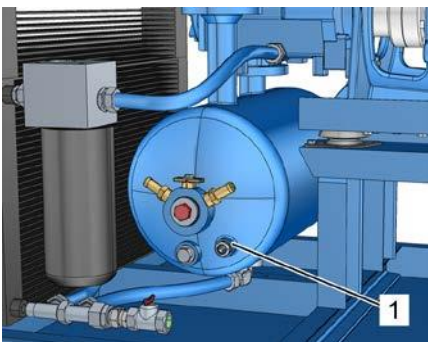

Рис. 31: Смотровое отверстие
3. Убедитесь в том, что смотровое отверстие (Рис. 31/1) полностью смочено.